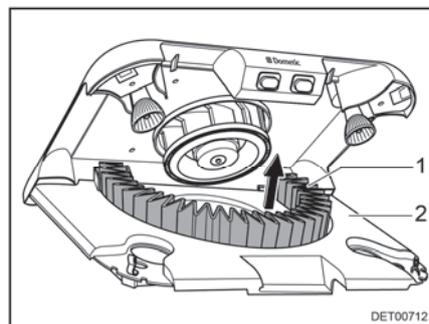

Fig. 165 Cambio del filtro de carbón activado
- Extraer el filtro de carbón activado (Fig. 165,1) hacia arriba del soporte.
- Girar el porta filtro (Fig. 165,2) hacia arriba hasta que engatille.